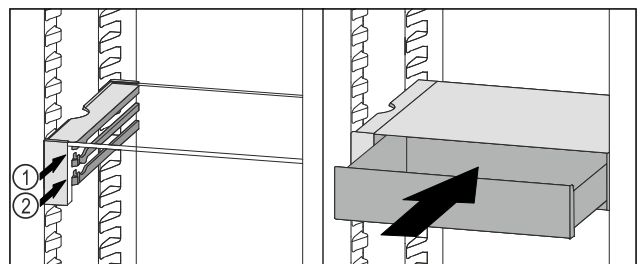

Fig. 90
- Posizionare il cassetto VarioSafe dietro i tappi sulla nervatura desiderata Fig. 90 (1) o Fig. 90 (2).